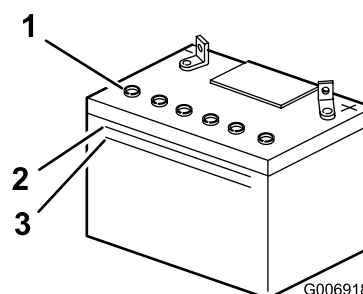

Figure 27
2. Observez le côté de la batterie. Le niveau de l'électrolyte doit atteindre le trait supérieur (Figure 27).
Remarque: Le niveau d'électrolyte ne doit pas descendre au-dessous du trait inférieur (Figure 27).
3. Enlevez les bouchons d'aération de la batterie (Figure 27)
4. Versez de l'eau distillée avec précaution dans chaque élément jusqu'au repère supérieur (Figure 27) sur le côté de la batterie.
5. Attendez 5 à 10 minutes après avoir rempli les éléments. Au besoin, ajoutez de l'eau distillée pour amener le niveau jusqu'au repère supérieur sur le côté de la batterie (Figure 27).